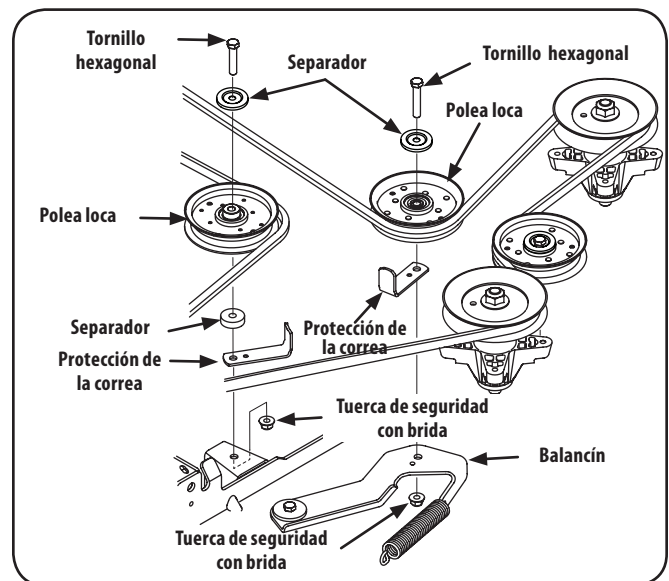

Figura 7-13
3. Extraiga las dos poleas locas, para lo cual debe retirar los tornillos de cabeza hexagonal y las tuercas de seguridad con brida que las sujetan a la plataforma y el brazo de polea loca. Consulte la Figura 7-13. No afloje ningún elemento de ferretería al sacar el tornillo de cabeza hexagonal y la tuerca de seguridad con brida.
- Coloque la correa alrededor de las poleas locas que extrajo en el paso 3 con el lado en "V" orientado hacia adentro. Una vez que todo esté en su lugar, vuelva a colocar los elementos de ferretería y ajuste la tuerca de seguridad con brida para sujetar el conjunto. Consulte la Figura 7-13.